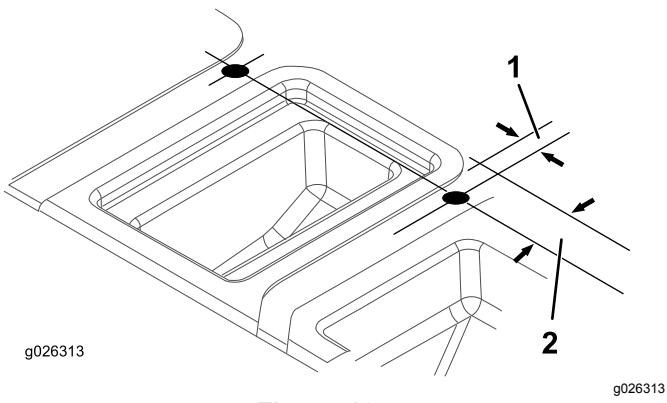

Figura 10
- Usando las dimensiones indicadas en Figura 10, localice, marque y perfore 2 taladros en la parte superior de la moldura del asiento.